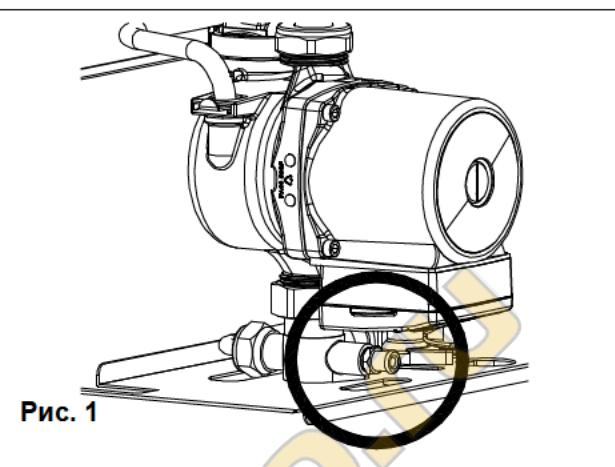

Рис. 1
- **Если слив необходим только для котла, закройте подающие/обратные запорные краны в контуре отопления и откройте сливной кран, расположенный в нижней части котла на насосе (см. рис. 1).**